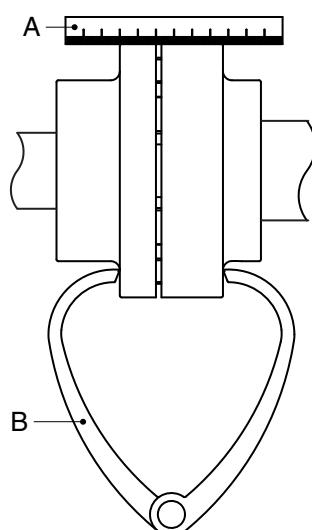

Рисунок 4: Совмещение муфты при помощи линейки и пары кронциркулей.
- 1 Поместите линейку (A) на муфту. Вставьте или снимите столько медных шайб, сколько необходимо, чтобы установить электродвигатель на нужную высоту, так чтобы прямая кромка касалась обеих полумуфт по всей длине, см. рисунок 4.
- 3 Еще раз проверьте совмещение при помощи пары кронциркулей (B) в 2 диаметрально противоположных точках по бокам полумуфт, см. рисунок 4.